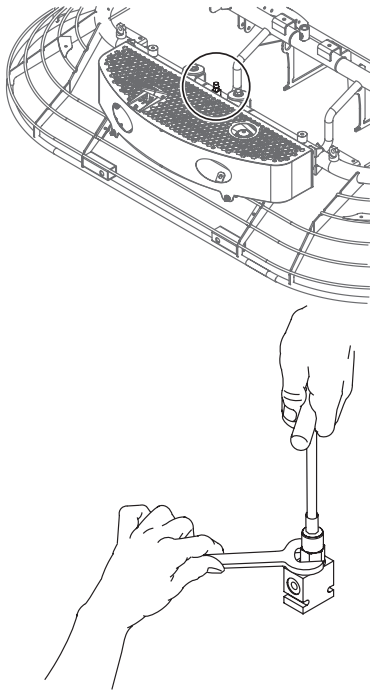

Figura 59. Ajuste de la presión de la dirección
2. Afloje la contratuerca de la válvula de alivio guía (Figura 59).